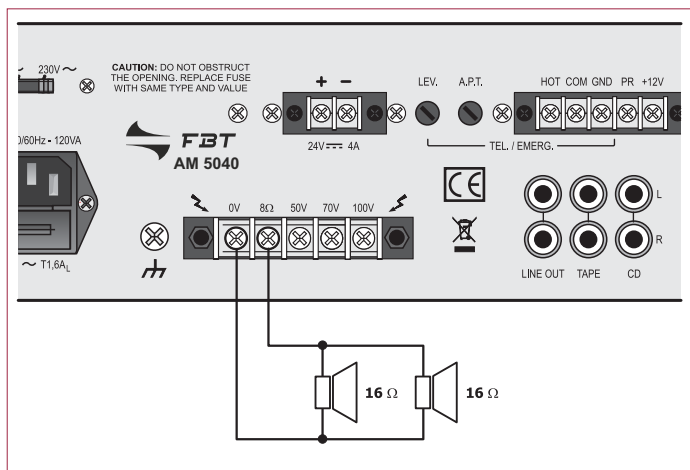
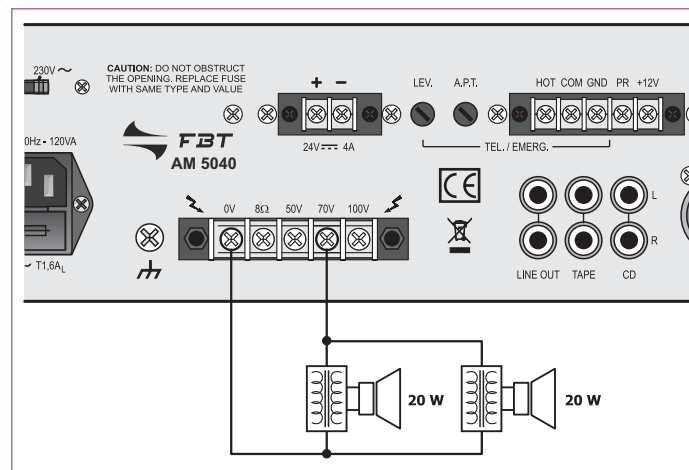

Fig. 3.6.1
Fig. 3.6.2
Le uscite di potenza per i diffusori sono disponibili sulla morsettiera (11). È possibile realizzare un impianto di diffusione sonora utilizzando sia diffusori a bassa impedenza (fig. 3.6.1), sia diffusori dotati di trasformatore di linea (fig. 3.6.2). In entrambi i casi il carico complessivo non deve essere tale da sovraccaricare l'amplificatore: non applicare cioè diffusori o gruppi di diffusori con impedenza più bassa di quella nominale della presa alla quale sono collegati. Si raccomanda inoltre di porre particolare attenzione al calcolo delle impedenze nel caso si debbano realizzare impianti di diffusione misti (a bassa impedenza e a tensione costante).
The power outputs for the loudspeakers are available on the terminal strip (11). It is possible to set up a sound-broadcasting system using either low-impedance loudspeakers (fig. 3.6.1) or loudspeakers equipped with a line transformer (fig. 3.6.2). In both cases the overall load must not be such as to overload the amplifier. This means that you must not apply loudspeakers or groups of loudspeakers with an impedance lower than the rated impedance of the socket to which they are connected. It is also necessary to pay particular attention to calculating the impedance values if mixed broadcasting systems (low impedance and constant voltage) are to be set up.